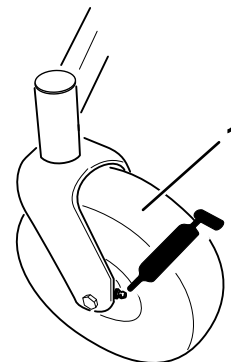

Figura 29
3. Limpe os bocais de lubrificação (Figura 29) com um trapo.
4. Ligue uma pistola de lubrificação a cada bocal (Figura 29).